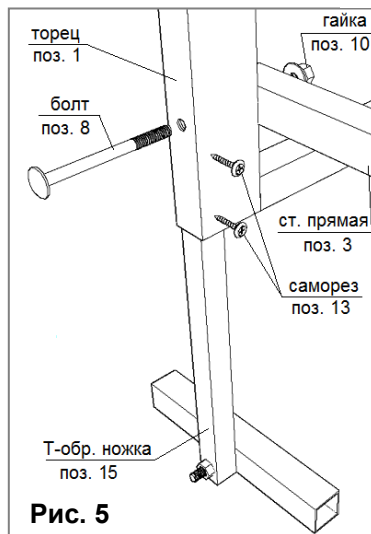

Рис. 5
5.2.2. Соедините болтами 6x70 мм собранный торец со стартовыми прямыми при этом закрепив ножки в нижней части торца с помощью саморезов со сверлом (рис. 5).